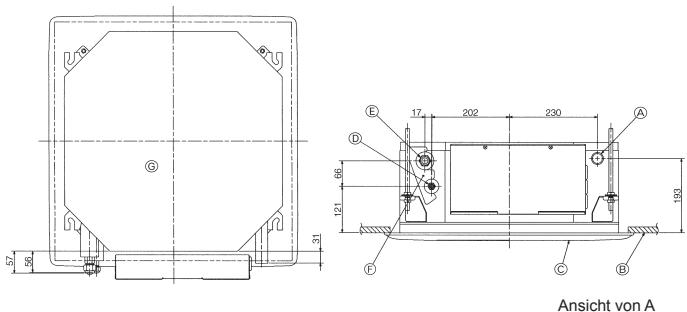

Fig. 3-1
3.1. Lage der Kältemittel- und Abflußrohrleitung der Innenanlage (Fig. 3-1)
- ⑪ Auslaufrohr
⑫ Decke
⑬ Gitter
⑭ Kältemittelrohr (flüssig)
⑮ Kältemittelrohr (gasförmig)
⑯ Einlaß für Wasserzufluhr
⑰ Hauptanlage